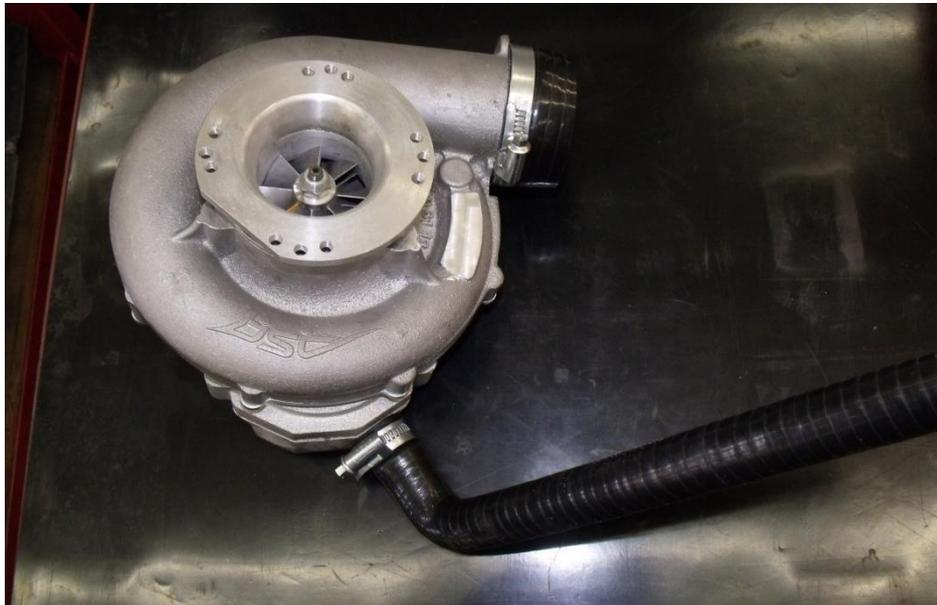

Abbildung 24: Flanschposition am Kompressor inkl. Verschlauchung
3. Kompressor vorbereiten: Montage des Flansch P341-24-15 und der O-Ring Dichtung am Kompressor (Dichtung einfetten). Dabei den Winkel der Abflachung beachten (Abb. 24). Die Abflachung zeigt in die entgegengesetzte Richtung des Druckrohrs und ist auf der Unterseite des Kompressors.